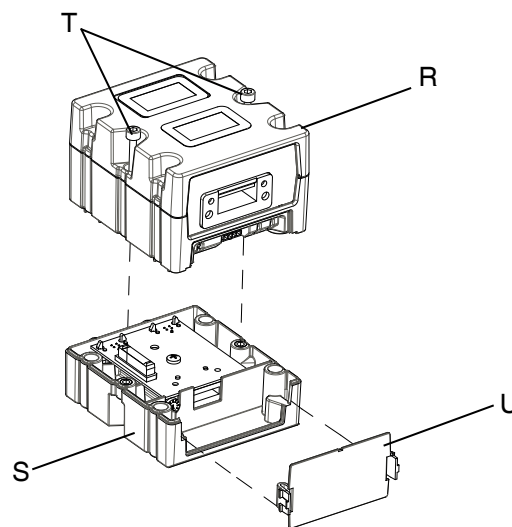

图 22: 拆卸 CGM
5. 从 CGM (U) 卸下检修盖。松开两个螺丝 (T) 并从基座 (S) 卸下 CGM (R)，如图 22 所示。